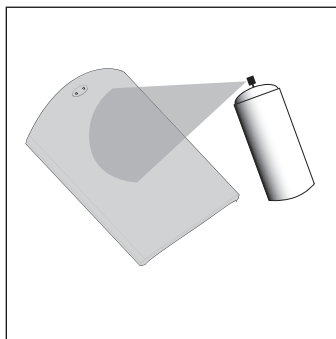

FIGURA 9: Pinte a grade. Aplique camadas finas de tinta spray. Não bloqueie os orifícios da grade com tinta.
2. A cor final só deve ser aplicada após a tinta base ter secado completamente [figura 9].
2. Usando tinta spray, aplique duas mãos finas da cor de acabamento [figura 9]. Para pintar usando um compressor e pistola de pintura, use o ajuste para spray mais fino e difuso. Tome cuidado para não encher as perfurações da grade com tinta.